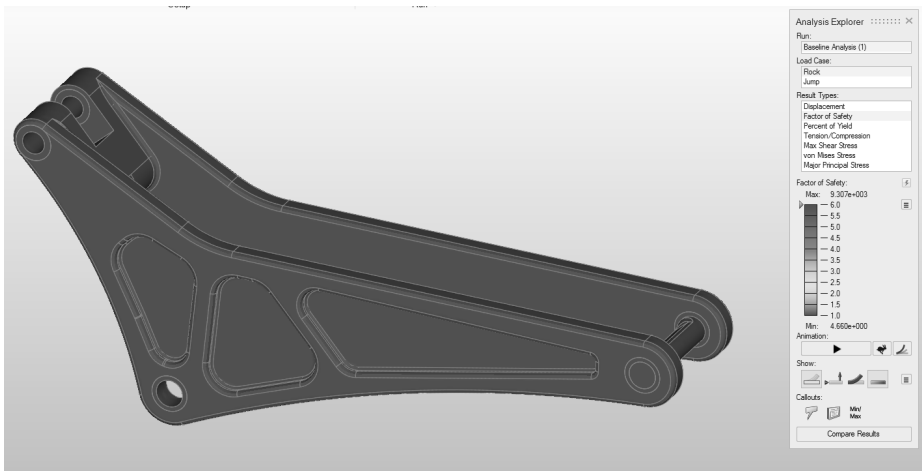

图 8-10
2) Rock 载荷工况下的安全系数结果类型显示在模型视窗中。在默认情况下，接近最小安全系数 1.0 的区域显示为红色，表示该部件最有可能失效。如果模型整体显示为蓝色，则表示该部件在此种载荷工况下没有失效的危险，如图 8-10 所示。